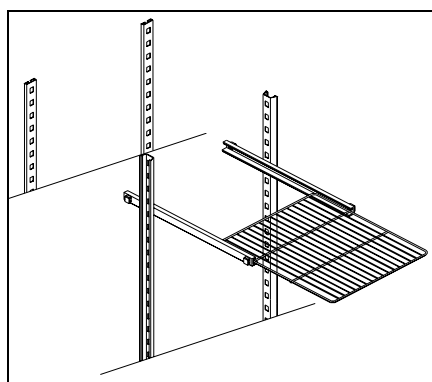

Fig. 2
- Sistemare i supporti griglia all'interno della cella, nella posizione più consona all'uso, inserendo ogni supporto nei montanti forati fissati sul fondo della cella ed innestando la linguetta laterale nell'apposita sede ricavata sui fianchi o sui montanti del tavolo. (**Fig. 2**)